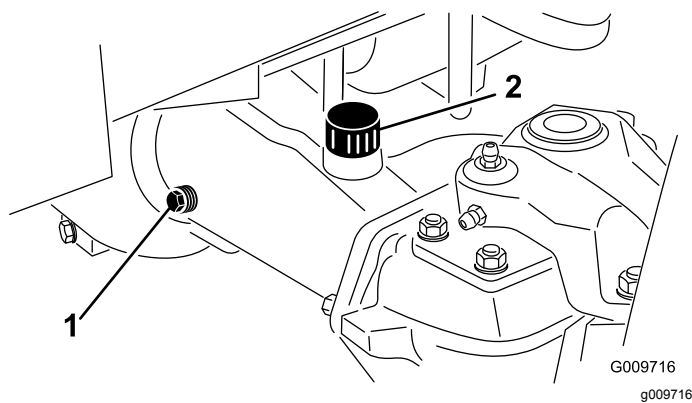

Figura 50
2. Retire o tampão de verificação que se encontra numa das extremidades do eixo (Figura 50) e certifique-se de que existe lubrificante até ao fundo do orifício.
Nota: Se o nível estiver baixo, retire o tampão de enchimento (Figura 50) e adicione lubrificante